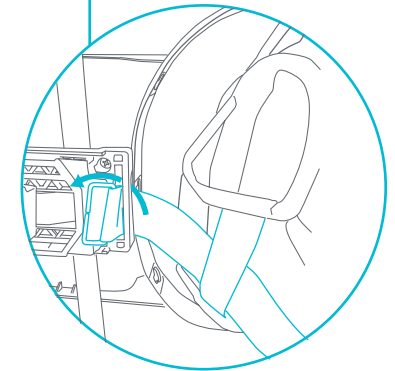

Fig. 3b
• Next thread the support strap through the opening in the rectangular D-ring and pull snug (Fig. 3b).
- Luego pase la tira de soporte a través de la abertura en el anillo D-rectangular y jale para que quede floja (Fig. 3b).